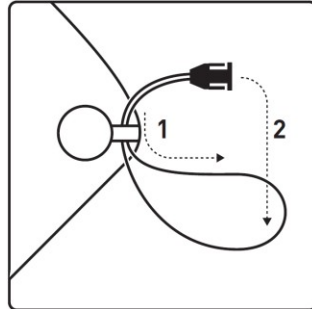

Abb. 13 Anbringen des Tragebandes
Befestigen Sie die beiden Schlaufen des Tragebandes jeweils an den Befestigungs-Ösen (1) des Gerätes und verbinden Sie das Trageband mit den Einstellungs-Clips (2). Stellen Sie die korrekte Länge des Tragebandes entsprechend Ihren Bedürfnissen ein (Abb. 13).